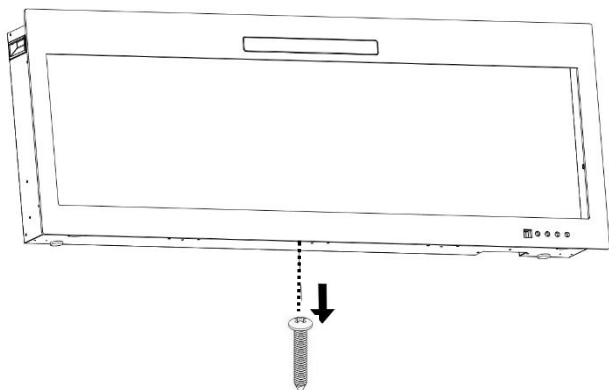

Fig. 4-1
A. Retire el tornillo plateado situado en la parte inferior del aparato. (**Fig. 4-1**). Deje el tornillo a un lado.